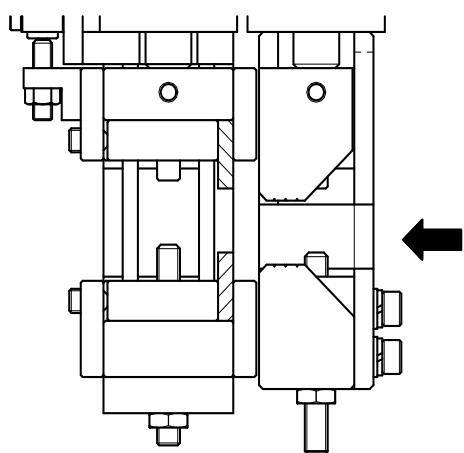

図3
- 3) 新しい替刃を図3の矢印の方向から見て、替刃の刻印が正しく読める様に取付けて下さい。、